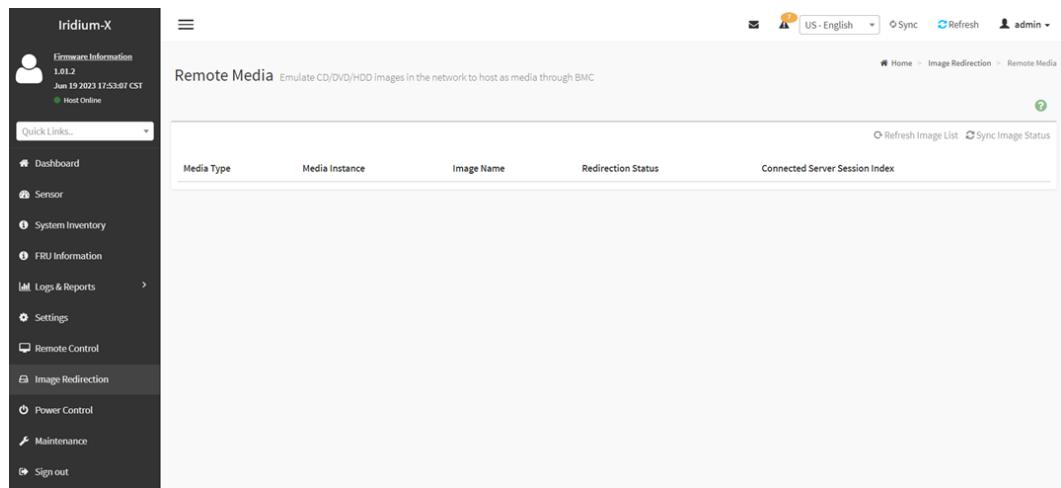

Рисунок 42 - Раздел «Image Redirection»
7) Раздел «*Image Redirection*» содержит вкладку с Эмулированными образами CD/DVD/HDD в сети для размещения в качестве носителя через BMC (см. Рисунок 42).